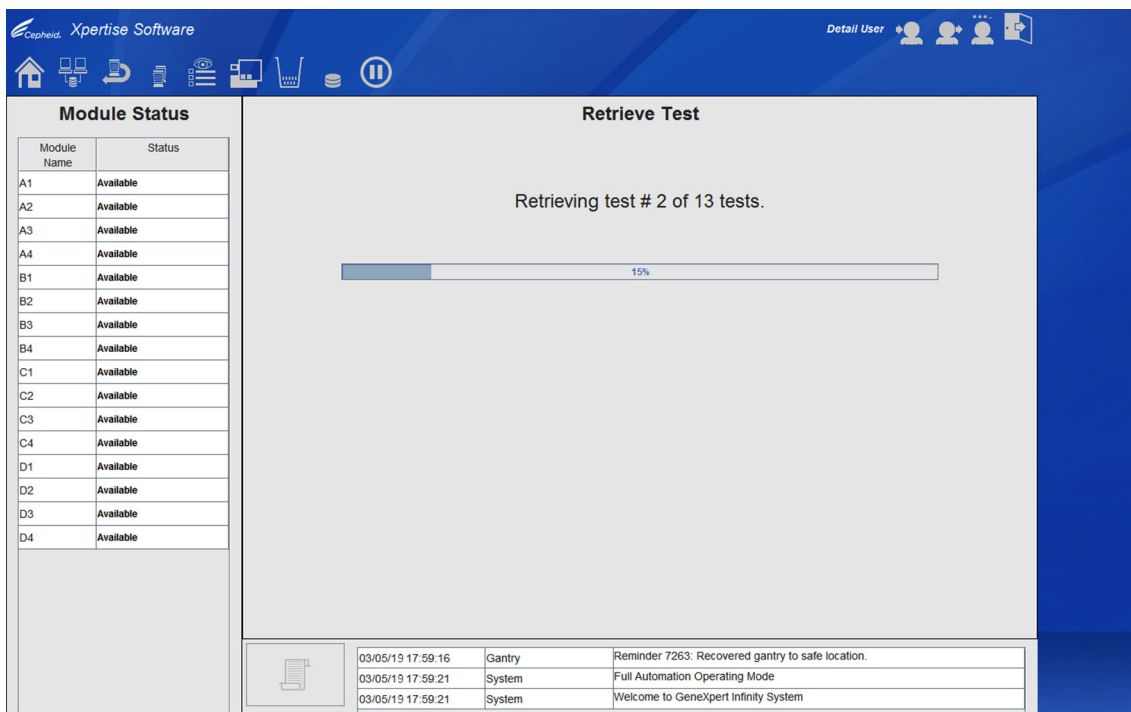
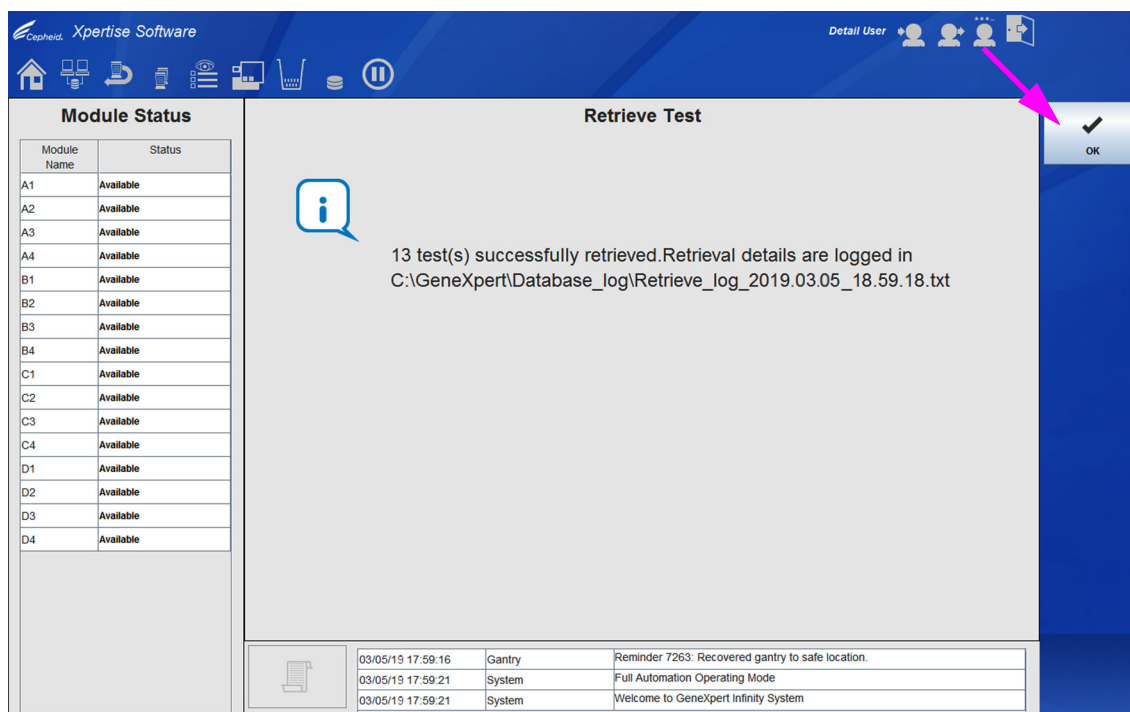

図 5-143. テストの検索ワークスペース、進行状況バーを表示
図 5-144. テストの検索ワークスペース、検索完了を表示
6. **続行 (PROCEED)** ボタンを選択します。大規模なアーカイブの場合、テストの検索 (Retrieve Test) ワークスペースは、進行状況バーを表示してテストの検索プロセスの進行状況を知らせます (図 5-143 を参照)。テストが検索されたことを確認するメッセージが表示されます。図 5-144 を参照。